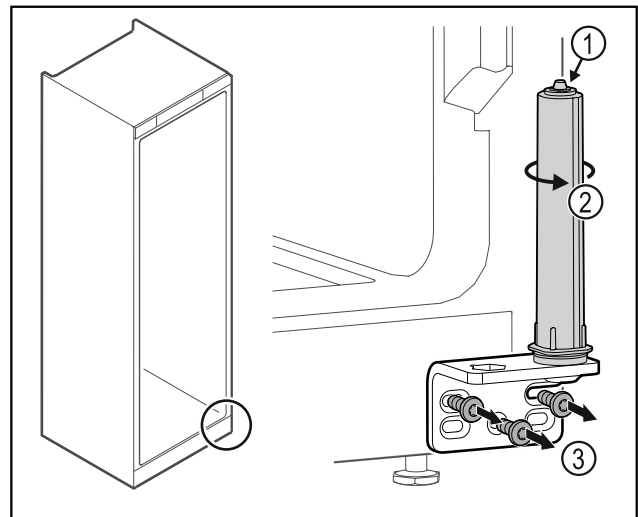

Fig. 36
- ▶ 请勿拆解关门系统 Fig. 36 (1)。
- ▶ 转动关门系统 Fig. 36 (2)，直至听到咔嚓声。
- ▶ 拧下合页角铁 Fig. 36 (3)。